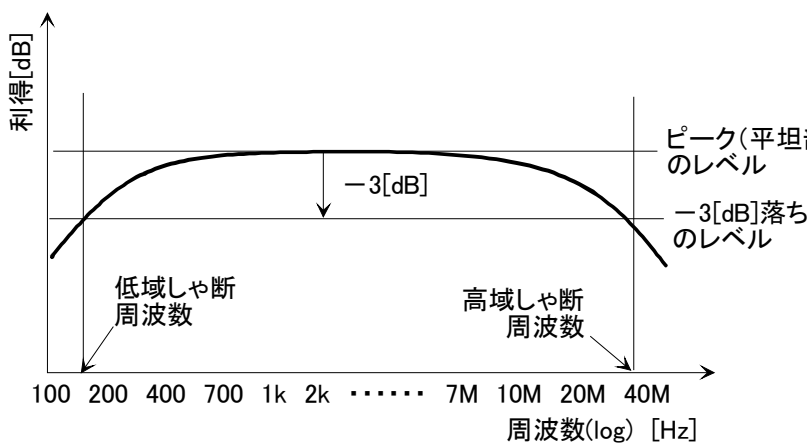

図10 増幅回路の周波数特性
- (3)図10のように横軸に周波数（対数軸）、縦軸に電圧利得をとり、片対数グラフに図示すること。
- (4)図10における平坦部の利得から3[dB]落ちる周波数を低域、高域ともにグラフより求めること。
- (5)低域と高域の遮断周波数の範囲が増幅回路として利用できる周波数範囲である。